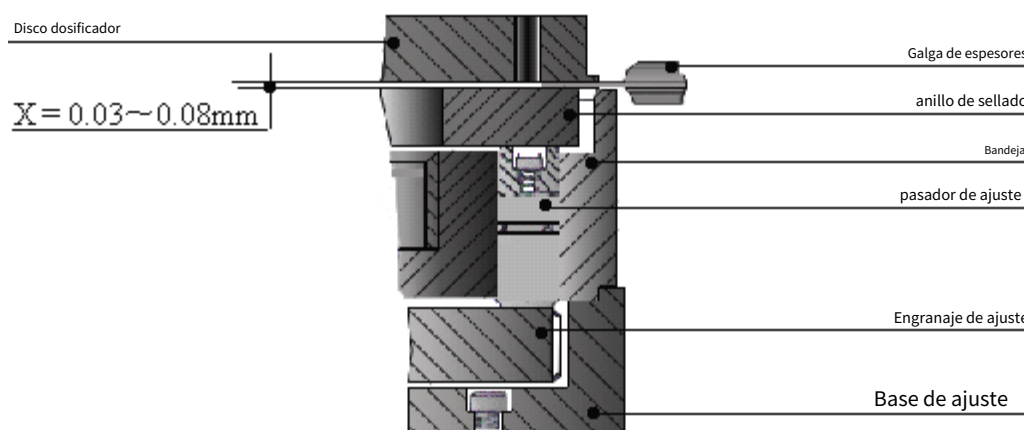

Fig. 16 Estructura del disco dosificador y anillo de sellado
5.2.5 Ajuste de la holgura entre el disco dosificador y el anillo de sellado (consulte la Fig. 16, 17)